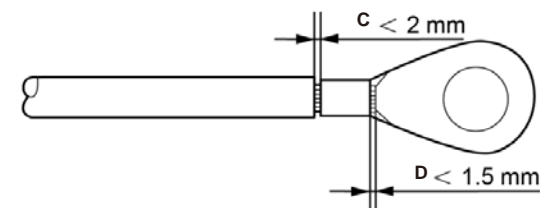

Figura 3.16 Cabo flexível
4) Insira o fio descarnado na área de engaste do terminal OT e utilize o grampo hidráulico para engastar o terminal ao fio (consulte a Figura 3.16).